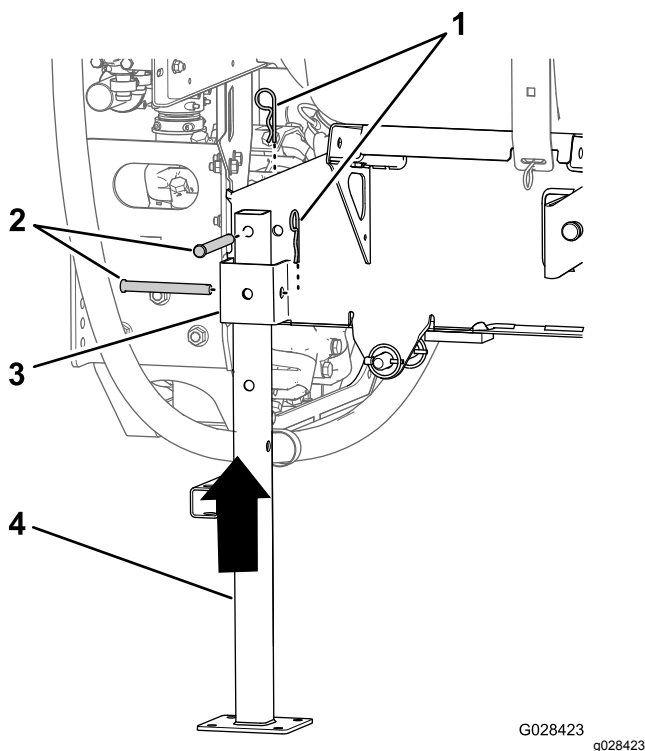

Figure 134
5. Alignez la jambe de support arrière sur le récepteur arrière (Figure 134).
6. Alignez le trou au sommet de la jambe de support et le trou dans le cadre du patin de cuve (Figure 134).
7. Fixez la jambe de support au récepteur et au cadre au moyen de 2 axes de chape et 2 goupilles fendues (5/32" x 2 5/8"), comme montré à la Figure 134.